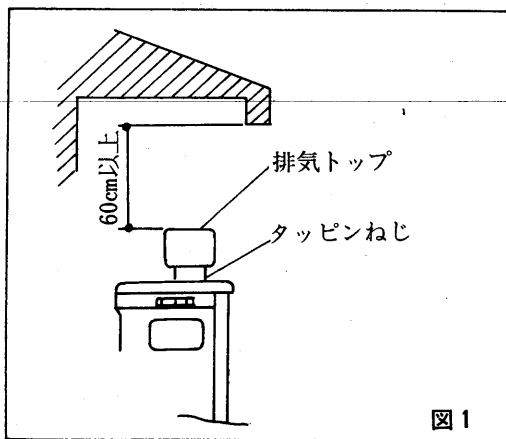

図1
(1) 専用の排気トップ<HT-75-B>をご使用ください。
(2) 軒下などに据え付ける場合には、排気トップと軒との距離を60cm以上確保してください。〈図1〉